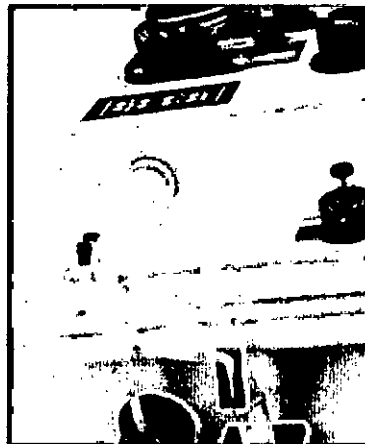

Figura 9.4b
- Con el filtro del MPD presionado por completo en la válvula MPD, gire en sentido de las agujas del reloj el filtro MPD durante 1/4 de giro hasta que se fije (Figura 9.4b)